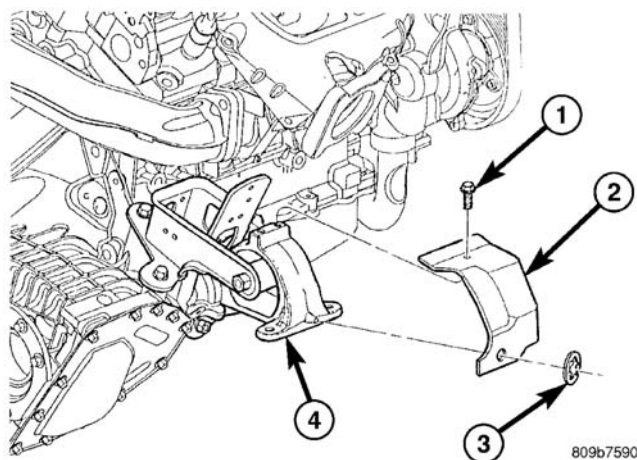

图 96 后支座隔热板
- (1) 用举升器升起车辆。
- (2) 卸下后支座隔热板（图 96）。
- (4) 安装后支座隔热层 (图 96)。
- (5) 降下吊车上的车辆。